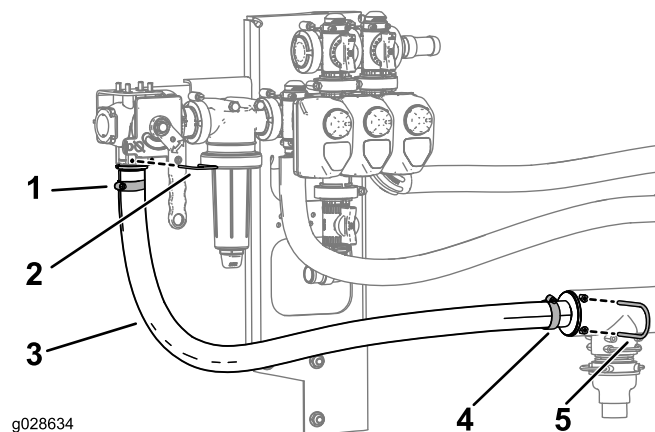

Figura 20
- Pase y sujete el conjunto de la manguera de presión como se indica en Figura 20.